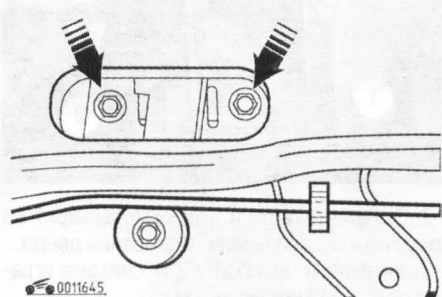

Рис. 10.7. Технологическое отверстие для затяжки/выворачивания болтов крепления держателя стекла к стеклоподъемнику (показаны стрелками)
2. Установите ручку стеклоподъемника и опустите стекло так, чтобы болты крепления были напротив технологического отверстия (рис. 10.7).